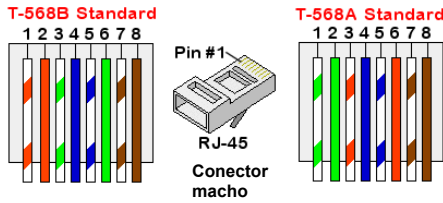

Figura 17. Cableado estándar
- Inserte los ocho cables en el conector RJ45, como se describe en la *Figura 17*
- 7** Para el lado del switch/enrutador, use un cable previamente crimpado o use una crimpadora para preparar el conector de comunicación RJ45: Inserte los ocho cables en el conector RJ45 en el mismo orden anterior (*Figura 17*).